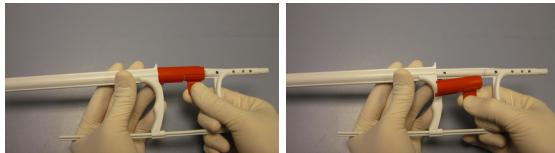

Figura 3 - Rimozione del sigillo di spedizione
- Lo stent autoespandibile è limitato nello spazio dal lume filo guida e la guaina di rilascio stent. Qualsiasi movimento involontario durante il ritiro della guaina è limitato dal dispositivo di rilascio. La guaina di rilascio dello stent ha una zona radiopaca nella sua estremità distale. Anche la punta è radiopaca. I punti prossimali e distali agli stent caricati sono indicatori radiopachi. Prima dello spiegamento, il sigillo di spedizione (Figura 3) deve essere rimosso ed eliminato.